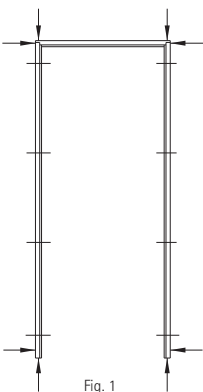

Fig. 1
*fast materiale*), samt lodret og vandret ved hver hjørnesamling i top og bund jf. fig. 1.